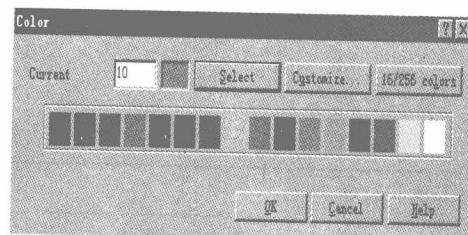
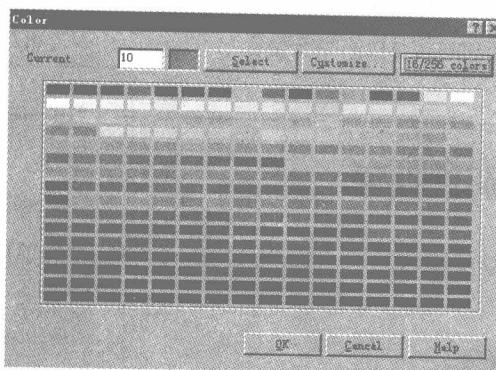

图 1-11
图 1-12
- (1) 功能 用于设置以后绘制的几何对象的颜色。
- (2) 调用方法 单击次菜单中的“Color:”选项。此时，弹出 16 色“Color”对话框，如图 1-11 所示。
- (3) 操作方法
① “Current”文本框用于输入颜色的色号，其选值范围为 0~255。可以直接输入颜色的色号或在其下面的色板中选取所需要的颜色。在其后面的颜色显示框中显示出当前设置的颜色。
② 单击“Select”按钮，系统返回到绘图状态。这时可以在绘图区选取一个几何对象，将该对象的颜色设置为以后绘制几何对象的颜色。
③ 单击“16/256 colors”按钮，色板的颜色将由 16 种改变为 256 种，如图 1-12 所示。再次单击该按钮，色板的颜色将返回到 16 种。